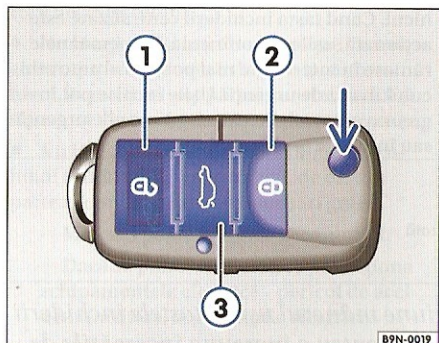

Fig. 18 Tastele din telecomandă.
În cazul în care este activat acest sistem, se va deschide numai ușa conducătorului. Pentru aceasta trebuie să rotiți cheia în ușa conducătorului o dată în direcția de deschidere sau să apăsați tasta de deblocare ⇒ pagina 26, fig. 18" ① din telecomandă.
– Apăsați tasta ① ⇒ fig. 18 ① de pe telecomandă pentru a descuria toate ușile și hayonul.
- Acționați o dată tasta de deschidere ① ⇒ pagina 26, fig. 18" ①.
Dacă acționați deseori tasta ① ⇒ pagina 26, fig. 18" ① în afara zonei de acțiune a teleco-
- Rabatați inelul cheii apăsând pe butonul ⇒ pagina 26, fig. 18" (săgeata).